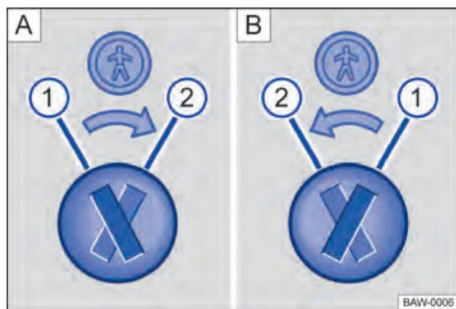

Figure. 44 Sécurité enfants : hayon gauche, hayon droit.
Légende pour → Fig. 44:
- Insérez la tige de clé dans la fente de la sécurité enfants pour activer ou désactiver → fig. 44.